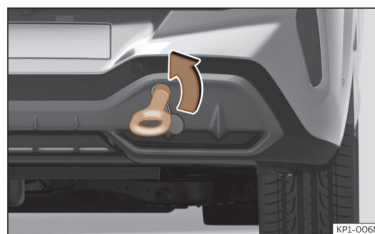

Fig. 214 No lado direito do para-choques traseiro: argola de reboque enroscada.
● Enrosque a argola de reboque no alojamento girando-a ao máximo **no sentido contrário ao dos ponteiros do relógio** >>> Fig. 214, >>> ①. Utilize um objeto adequado com o qual possa enroscar completa e firmemente a argola de reboque no seu alojamento.